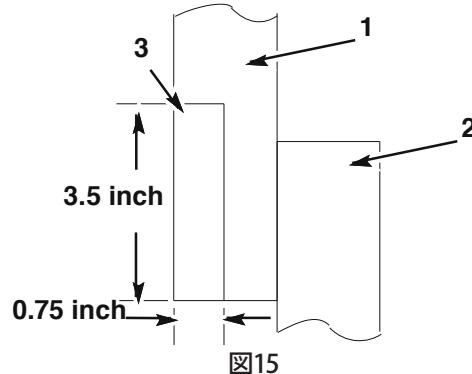

図15 車両右側からみた図
8. 旧モデルの機械の場合、ホールド・イン・アセンブリを切断してホースの通る隙間を確保する必要があります(図15)。